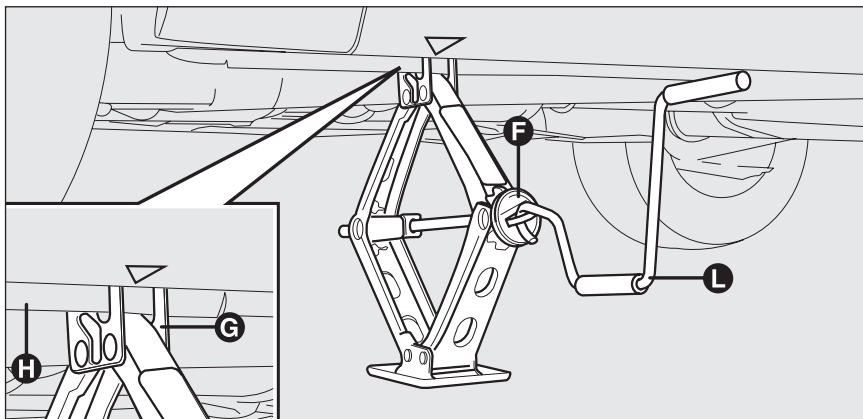

Abb. 4
- ☐ mit der Vorrichtung **F-Abb. 4** den Wagenheber verlängern, bis der obere Teil des Wagenhebers **G-Abb. 4** korrekt auf das Innenteil der Haltevorrichtung **H-Abb. 4** angesetzt werden kann;
- ☐ die Handkurbel **L-Abb. 4** des Wagenhebers einsetzen und das Fahrzeug hochkurbeln, bis das Rad einige Zentimeter über dem Boden steht;
- ☐ mit der Handkurbel **L-Abb. 4** des Wa-genhebers das Fahrzeug herunterlassen und den Wagenheber herausziehen;